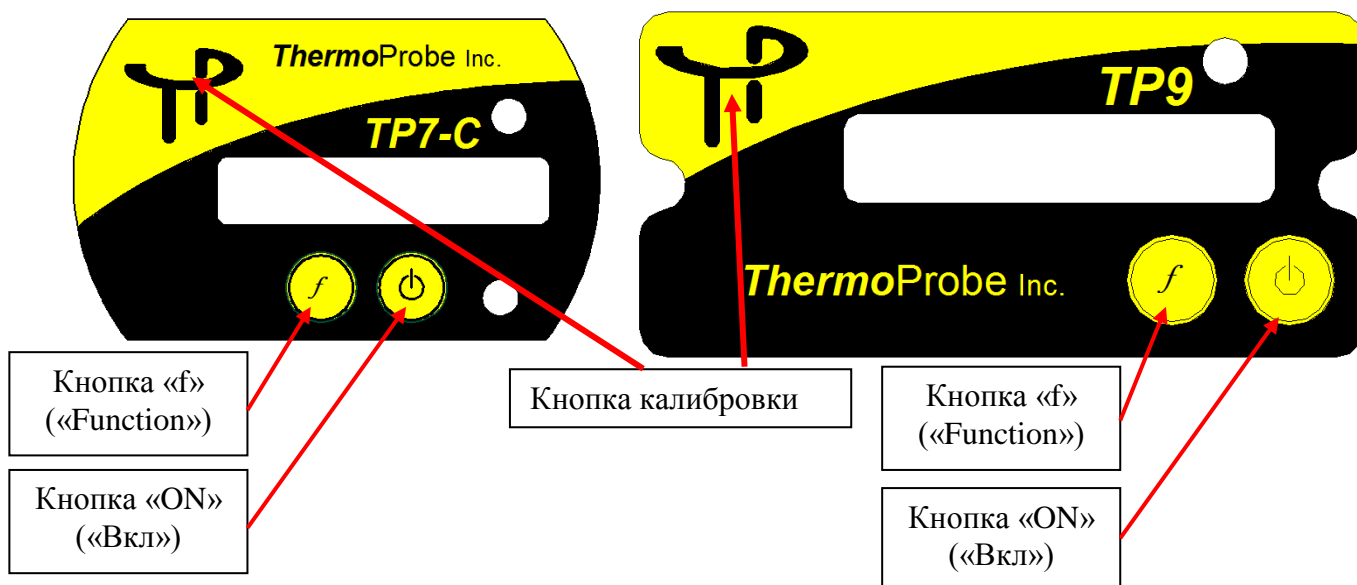

Рис. 1. Передняя панель приборов.
1) Скрытая кнопка калибровки находится на передней панели прибора под логотипом Thermoprobe (рис. 1). Включите прибор нажатием кнопки «ON». Нажмите и удерживайте кнопку «f» и, удерживая, нажмите и удерживайте скрытую кнопку калибровки, пока на дисплее не начнут перечисляться следующие опции: 2PtCAL – двухточечная калибровка, 3PtCAL – трехточечная калибровка, 4PtCAL – четырехточечная калибровка, CAnCEL - отмена. Когда появится необходимая опция, отпустите кнопки.